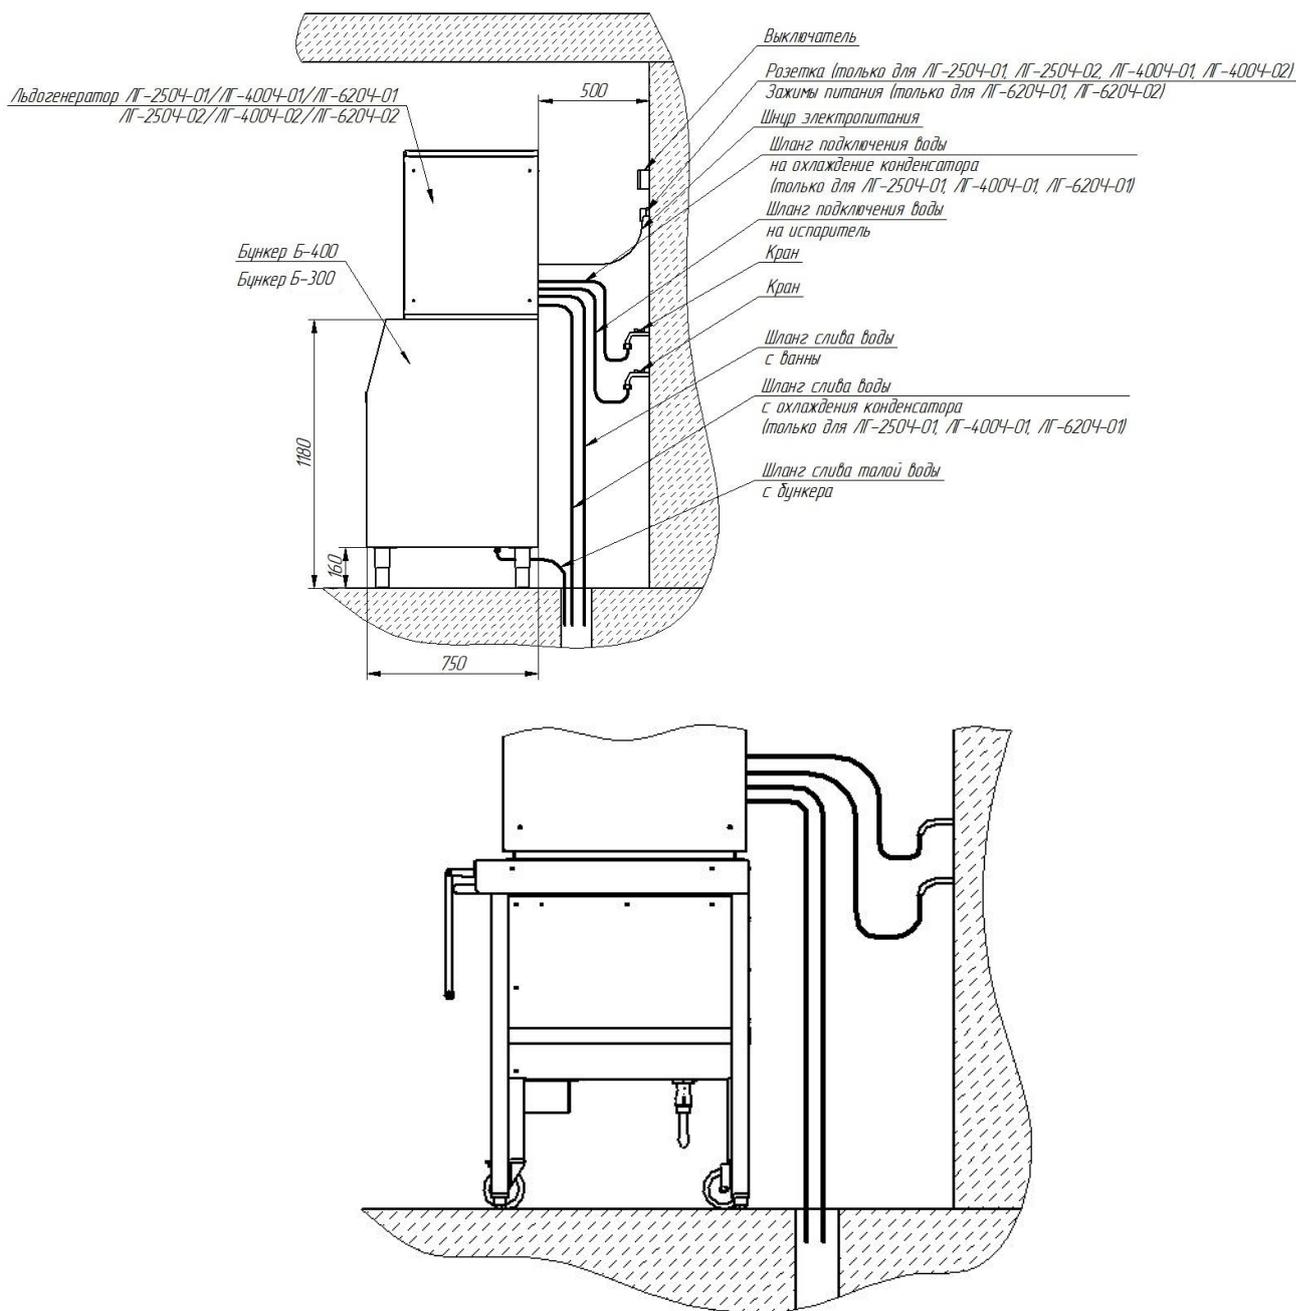

Рис. 5 Схема подключения льдогенератора
- установить льдогенератор на накопитель льда. Для льдогенераторов ЛГ-250Ч-01, ЛГ-250Ч-02, ЛГ-400Ч-01, ЛГ-400Ч-02 и ЛГ-620Ч-01, ЛГ-620Ч-02 использовать бункер-накопитель Б-300 или бункер-накопитель Б-400 или бункер-накопитель БН-2-100. Льдогенератор должен фиксироваться на бункере-накопителе двумя болтами с предварительно установленными шайбами из комплекта поставки моментом затяжки  $26 \pm 1,5$  Н·м ( $2,7 \pm 0,15$  кгс·м). Схема монтажа показана на рис. 5. Положение льдогенератора должно быть горизонтальным, в случае необходимости отрегулируйте высоту и устойчивое положение изделия с помощью регулируемых ножек бункеров;
- подключить изделие к системе водоснабжения. Льдогенератор подключается к системе водоснабжения через штуцер с резьбой G 3/4" для подачи воды на испаритель и через штуцер под шланг с внутренним диаметром 12 мм для подачи воды на охлаждение конденсатора (для ЛГ-250Ч-01, ЛГ-400Ч-01, ЛГ-620Ч-01) (рис. 5). Для дополнительной фиксации шланг крепить к штуцеру хомутом. Подсоединение шлангов подачи воды должно проводиться
- подключить изделие к системе канализации через штуцер слива воды с ванны и штуцер охлаждения конденсатора под шланг с внутренним диаметром 12мм (для ЛГ-250Ч-01, ЛГ-400Ч-01, ЛГ-620Ч-01) и штуцер для слива талой воды с бункера (для бункера Б-300 или Б-400) (рис. 5). Убедиться, что сливные шланги находятся ниже, чем выходы на задней панели льдогенератора и основания бункера, чтобы вода могла стекать.
**ВНИМАНИЕ!** Необходимо организовать разрыв струи, обеспечив воздушный промежуток не менее 20 мм между концом сливного шланга и краем принимающей трубы (см. рис. 5).